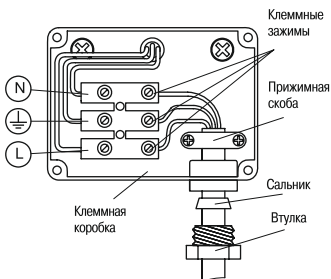

Рисунок 8
3.2.7 Подключение прожектора (рисунок 8):